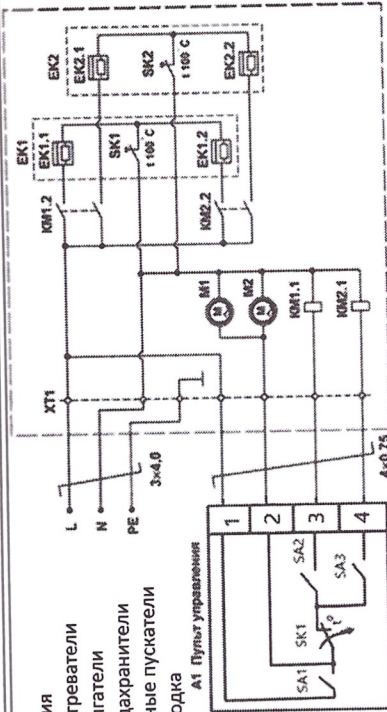

РИСУНОК 2
- 5.4 Электрическая схема завесы приведена на РИС.2